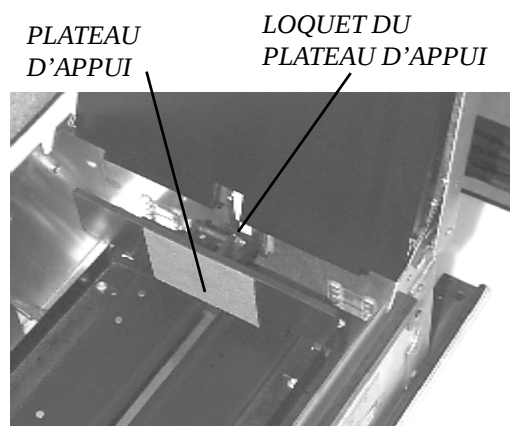

Figure 4-6. Plateau d'appui verrouillé à l'intérieur de la cassette.
6. Tirez le plateau de pression vers l'arrière de la cassette (en l'éloignant de l'obturateur) jusqu'à ce qu'il se verrouille sur le loquet blanc du plateau de pression, comme le montre la figure 4-6. Il sera nécessaire de pousser le loquet du plateau de pression vers le bas pour verrouiller le plateau de pression en place. Le plateau de pression sera retenu dans cette position jusqu'à ce que le couvercle soit fermé ou que le loquet soit libéré d'une pression vers le bas. Prenez soin de ne pas libérer le plateau de pression de façon qu'il risque de vous blesser aux doigts.